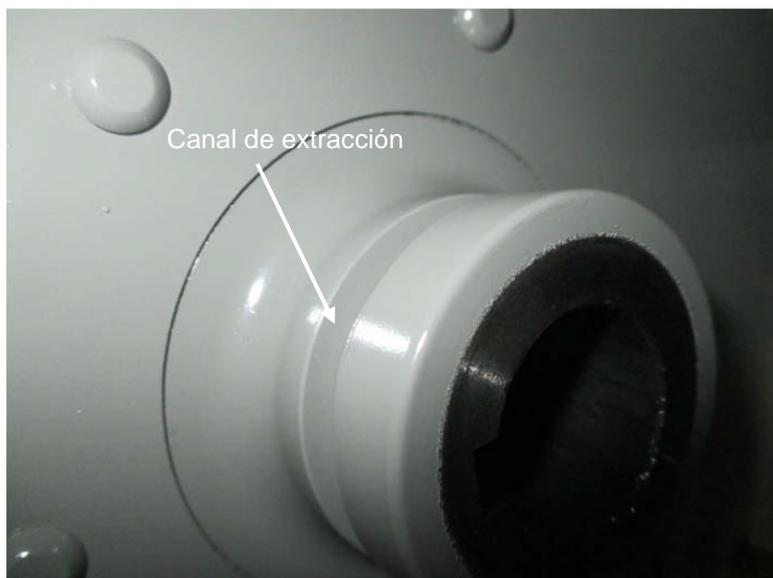

Figura 10-4 Buje con canal de extracción de circunferencia
¡ATENCIÓN! El buje de la rueda de álabes se puede dotar de un canal de extracción de circunferencia (Figura 10-4) o de orificios de extracción fileteados (fig. 10-5).
6.- Unir el extremo libre A del tubo de levantamiento (ver Figura 10-4).